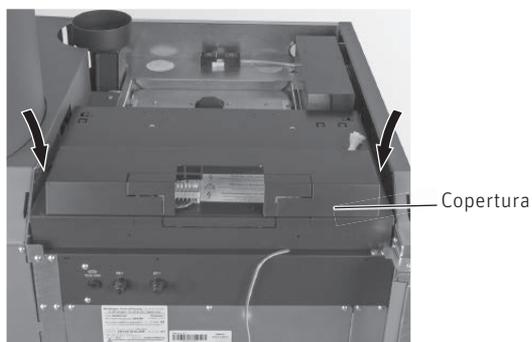

Fig. 124 Togliere 2 viti della copertura e rimuovere la copertura
- Allentare 2 viti della copertura dei morsetti di collegamento e staccare la copertura verso l'alto – Fig. 124.